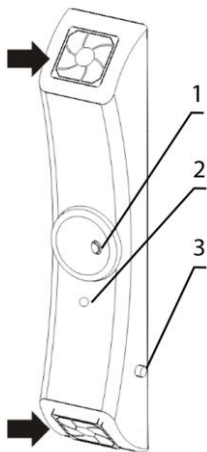

Рисунок 4. Внешний вид UVR-M
- 5.1.1. Подключите сетевой кабель к сетевой розетке с заземлением. Включите прибор переключателем питания (рис. 4/1).
- 5.1.2. Прибор автоматически запустит рециркулятор. Зажжённый индикатор (рис. 4/2) показывает, что УФ лампа работает.
- 5.1.4. **Отказ лампы.** При возникновении проблем с УФ лампой, прибор перестаёт работать до тех пор, пока не будет заменена УФ лампа. Проверьте индикатор (рис. 4/2) чтобы установить, работает ли лампа. Для замены, смотрите 8.6.
- 8.3. **Проверка и замена пылевых фильтров.** Пылевые фильтры на торцах УФ рециркулятора требуют ежемесячной проверки. Для проверки, чистки или замены фильтров, снимите пластиковые крышки с торцов (рис. 4/➡) прибора, при необходимости замените на новый. Промойте водой фильтры, просушите и установите их и крышки обратно. Данная операция проводится пользователем.
- 8.6. **Замена УФ лампы.** Замену УФ лампы могут проводить только сервис-инженеры и специалисты, прошедшие специальную подготовку. Замена необходима при неисправности лампы или окончания срока службы. Используйте индикатор работы УФ лампы, расположенный посередине рециркулятора (рис. 4/2 или 5/8) для проверки ламп внутри. Если при включенном рециркуляторе индикатор светится, лампа исправна. Если нет, замените лампы, одну для модели **UVR-M**, обе - для модели **UVR-Mi**.
- 8.7. **Замена предохранителя.** Замену предохранителя могут проводить только сервис-инженеры и специалисты, прошедшие специальную подготовку. Отсоедините прибор от электросети и отвинтите крышку держателя предохранителя (рис. 4/3 или 5/10). Проверьте предохранитель и замените при необходимости.